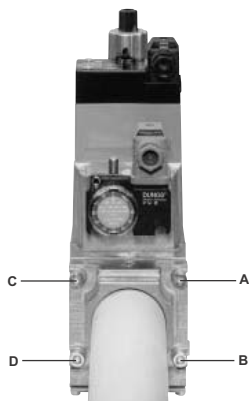
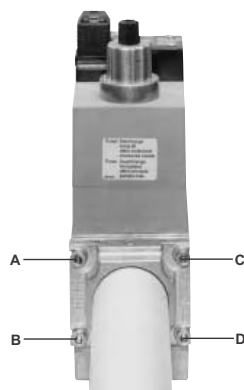

Рис. 8
Рис. 9
1. Расслабить винты А и В, но **не снимать** их (Рис. 8 и Рис. 9)
2. Отвинтить винты С и D (Рис. 8 и Рис. 9)